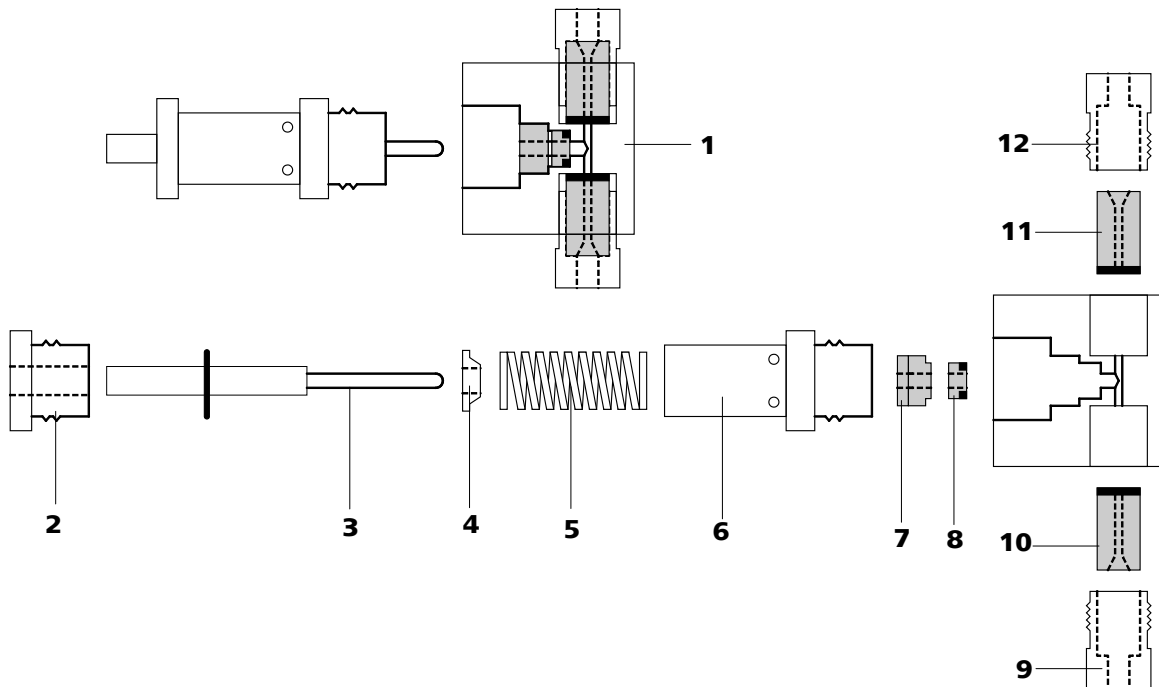

Figura 39 Componentes del cabezal de bomba estándar
- Desmonte el cabezal de bomba (17-4) en sus componentes principales (véase Figura 39, página 81).
Para seleccionar correctamente se debe tener en cuenta que el líquido fluye de abajo hacia arriba por el cabezal de bomba. El sentido de flujo de las válvulas se puede comprobar fácilmente soplando a través de la válvula limpia. Ambas válvulas se montan con el lado frontal negro orientado hacia el cabezal de bomba (véase Figura 39, página 81).
- Vuelva a montar los componentes del cabezal de bomba (17-4) (véase Figura 39, página 81).